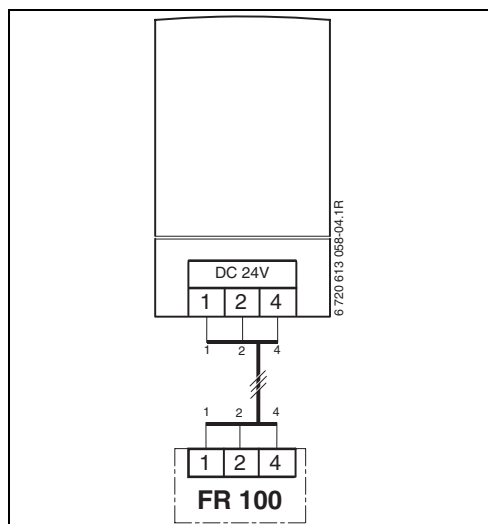

Fig. 11 FR 100 via de analoge 1-2-4-interface aangesloten.
- Elektrische aansluiting uitvoeren (→ afb. 11 op pagina 17 of 9 op pagina 16).